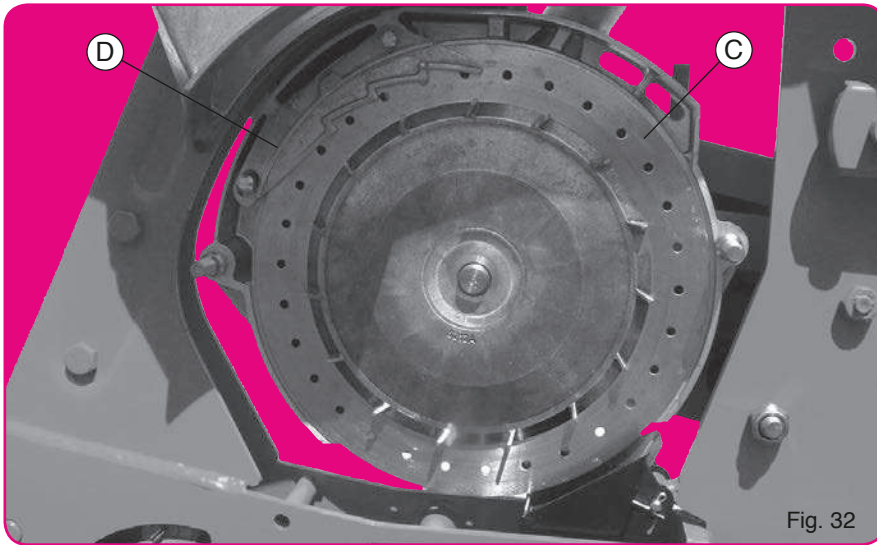

Fig. 32
Pour chaque type de semence, il sera nécessaire d'utiliser le disque avec nombre de trous et Ø de trous adaptés (voir liste page suivante). Avant mise en route s'assurer que les boîtiers sont bien équipés des disques convenables. (Les semoirs sont livrés d'usine distributions non montées). Les plaques de sélection (D) se placent sur les disques (côtés couvercle et non entre disques et couronnes plastique) (fig. 32). A l'intérieur du couvercle (B) se trouve un volet en tôle. Ce volet (2) régularise l'arrivée des graines depuis la trémie et assure un niveau constant et convenable face au disque. En fonction de la semence utilisée il doit, avant tous semis, être contrôlé et réglé suivant 2 positions :
I selettori (D) si montano sui dischi e non tra il disco e la corona di sfregamento (fig. 32).